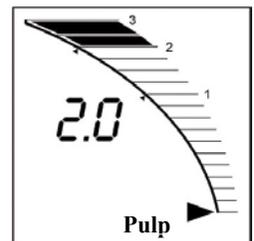

Figura 15
- Quando lo spessore della dentina sarà uguale o inferiore ai 2.5 mm, l'indicatore LED diventerà color arancio (figura 15). Questo indica il raggiungimento dello spessore minimo consentito per la dentina, e la necessità di interrompere la preparazione del dente.